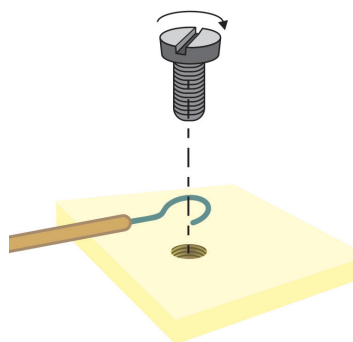

figura 43
1. O olhal deve ser colocado como indica a **figura 43**, com a finalidade de que não se abra ao apertar o parafuso.